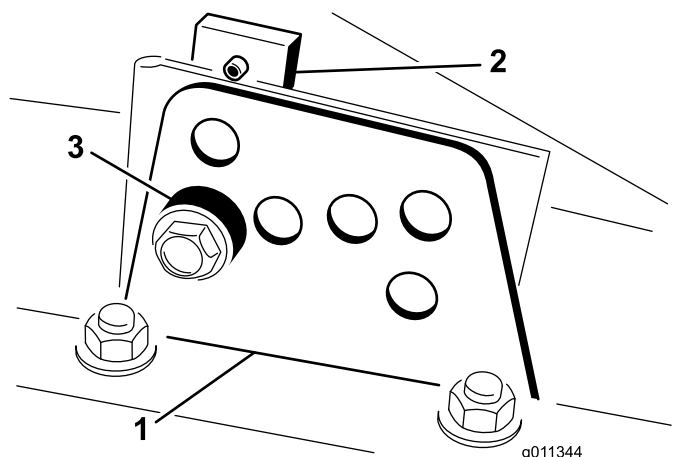

Рисунок 8
2. Ослабьте болт крепления каждого кронштейна высоты скашивания к пластине регулировки высоты скашивания (с передней и каждой боковой стороны) (Рисунок 8).
4. Удерживая камеру, снимите проставку (Рисунок 8).